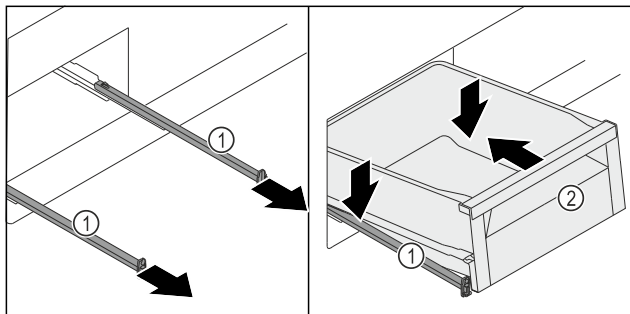

Fig. 259
- Dra ut skenorna Fig. 259 (1).
- Håll tag om skenorna Fig. 259 (1) och ställ ner utdragslådan Fig. 259 (2) snett uppifrån på skenorna Fig. 259 (1).
- Skjut in utdragslådan Fig. 259 (2) på skenorna Fig. 259 (1) så långt det går.